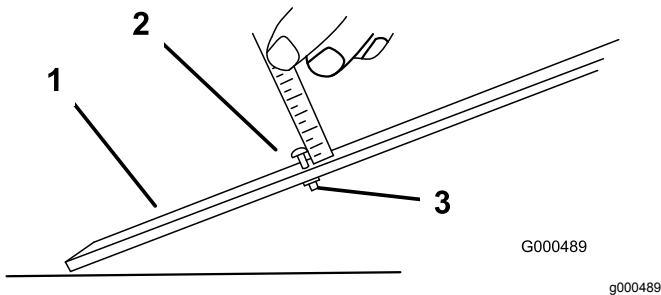

图14
1. 松开调刀尺上的螺母并将调节螺栓设定为所需的剪草高度 **图14**。